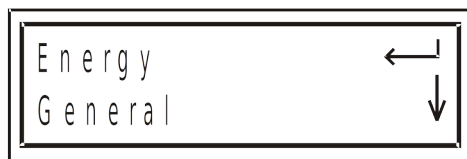

Рис. 35
1. Находясь в основном меню, выберите пункт Energy (рис. 35):